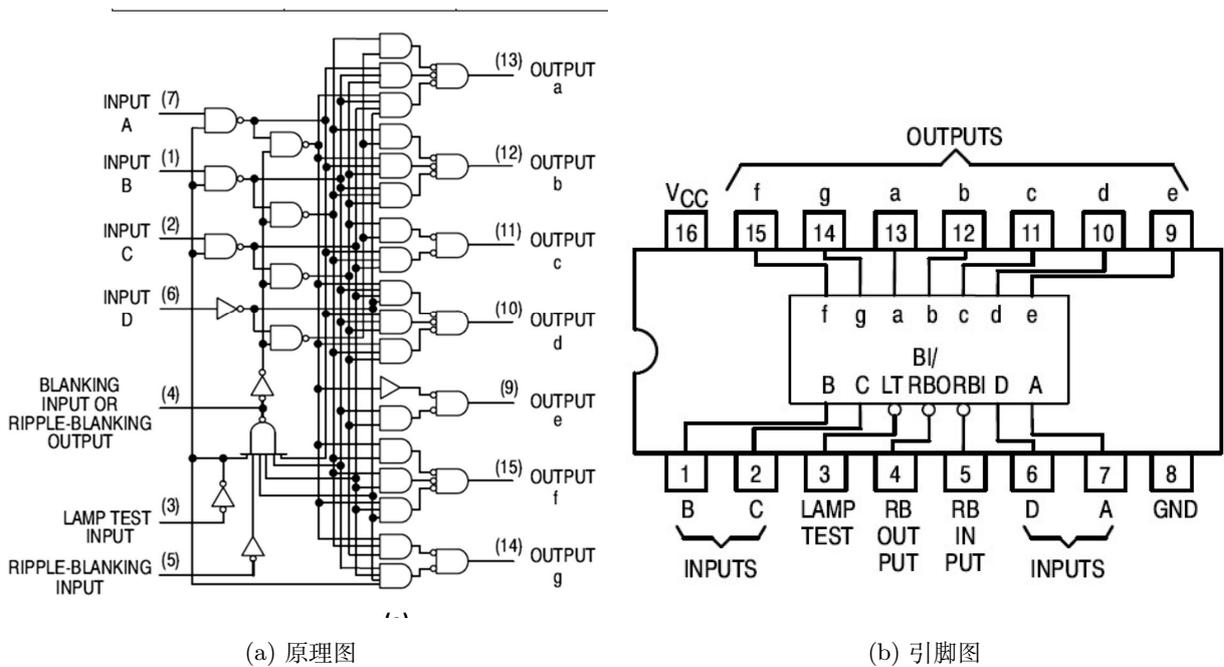
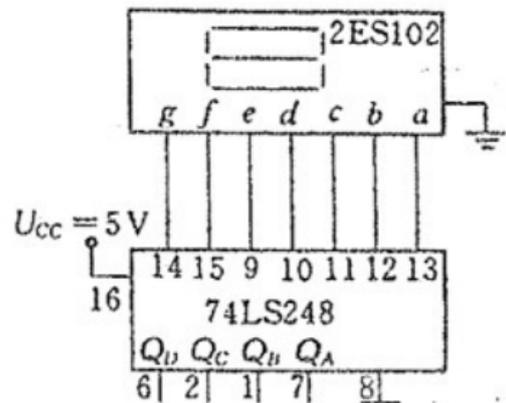

图 5.2: 74LS248 内部原理及其引脚图
图 5.6: 译码显示成分
4. 按图 5.6 所示,将译码器 74LS248 和显示器 2ES102 连接起来,分别输入图 5.2 所示的数据,把 74LS248 的 (a、b、c、d、e、f、g) 输出状况和显示结果填入图 5.2 中,验证其逻辑功能。
4. 按图 5.6 所示，将译码器 74LS248 和显示器 2ES102 连接起来，分别输入图 5.2 所示的数据，把 74LS248 的 (a、b、c、d、e、f、g) 输出状况和显示结果填入图 5.2 中，验证其逻辑功能。